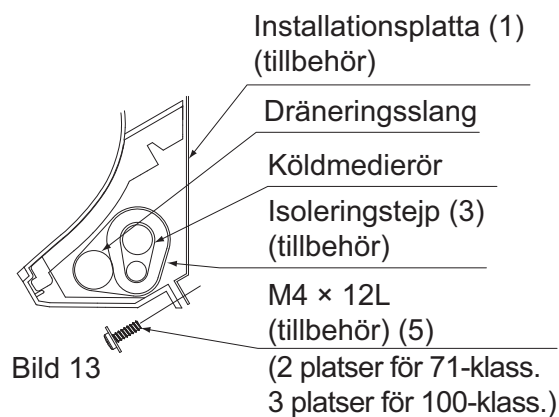

Bild 13
- Fäst inomhusenheten på installationsplattan (1) med fästskruvarna (5). (Se bild 13)